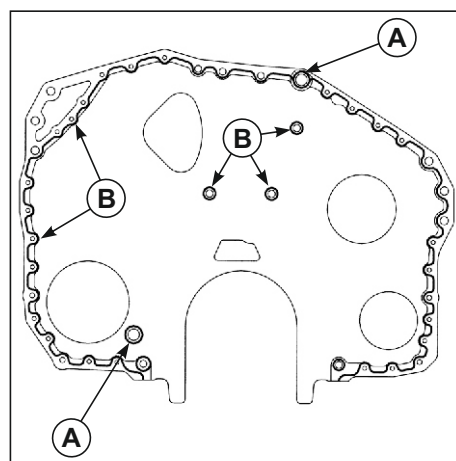

Рис. 109. Установка крышки передней.
1. Нанести герметик "Силикон САФ 44" (В) или Локтайт-5910 на поверхность листа торцевого под крышку переднюю (см. **Рис.109**).